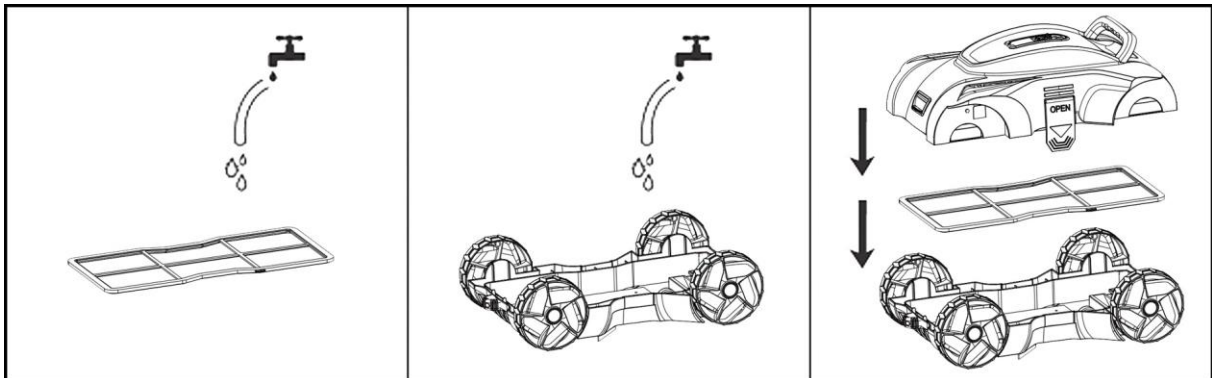

Abb. 6
- Entfernen Sie den gesamten Schmutz und Wasser aus dem Inneren des Geräts (Abb. 6).
- Montieren Sie das Gerät in der umgekehrten Reihenfolge, um es wieder einsatzbereit zu machen (Abb.6). Achten Sie beim Zusammenbau auf die richtige Position des Filters und Motorkopfes.